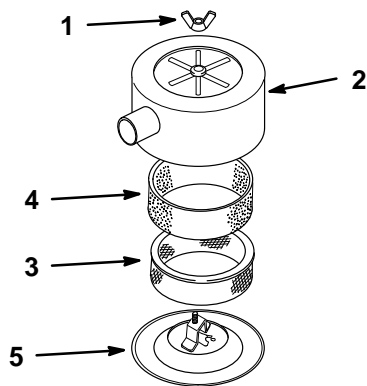

Abbildung 13
3. Den Bereich um den Luftfilter herum reinigen, um zu verhindern, daß Schmutz in den Motor fällt und Schäden verursacht. Den Knopf losschrauben und die Luftfilterabdeckung entfernen (Abb. 13).
4. Den Schaumstoffeinsatz vorsichtig vom Papiereinsatz abziehen (Abb. 13).
5. Die Abdeckungsmutter lösen und Abdeckung und Papiereinsatz abnehmen (Abb. 13).
- 1. Den Schaumstoffeinsatz vorsichtig auf den Papiereinsatz des Luftfilters aufchieben (Abb. 13).